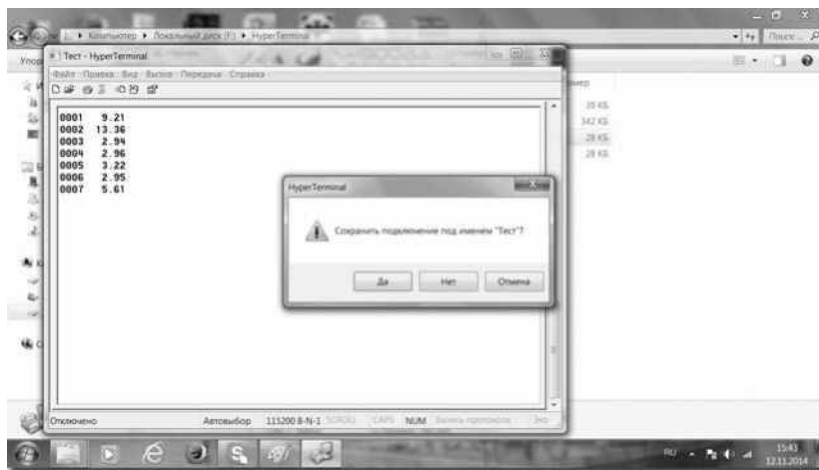

Рис. 31
4.15. Программа предложит сохранить текущее подключение и его результаты (рис. 31).